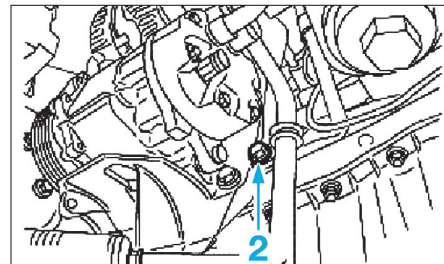

Fig. 7
- Déposer la vis de fixation (2) de patte de support de canalisation de réfrigérant (Fig.7).